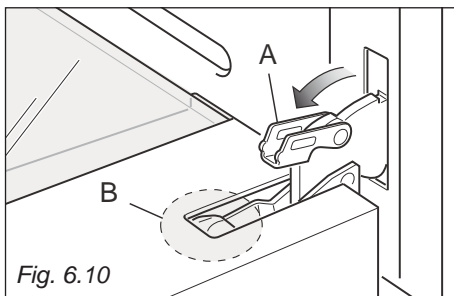
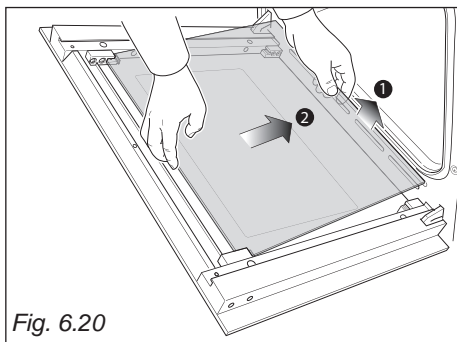

Fig. 6.10
Fig. 6.20
- Låsebøjlerne "A" åbnes på højre og venstre side (Fig. 6.10).
- Luk forsigtigt ovnlågen, indtil venstre og højre låsebøjler hægtes til hængslerne "B" på ovnlågen (Fig. 6.10, 6.11).
- Forsigtigt løftes bunden op som vist med pilen på Fig. 6.20. Afmonter glasset ved at trække det fri fra de øverste klemmer som vist på pil 2 på Fig. 6.10.